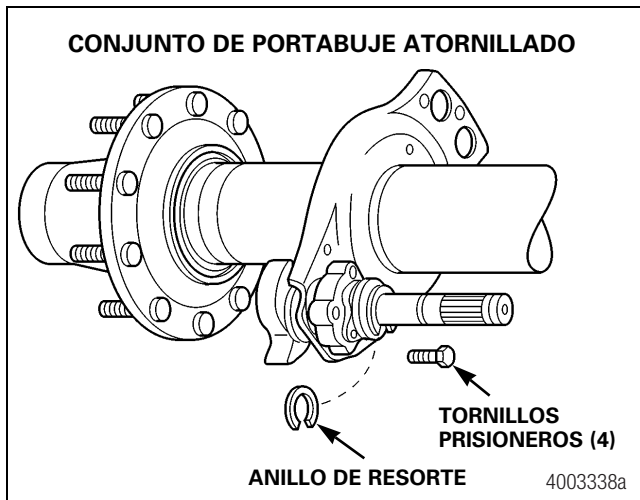

Figura 12.38
2. Retire el anillo de resorte en el lado interior del buje y los cuatro tornillos prisioneros del buje. Figura 12.38.